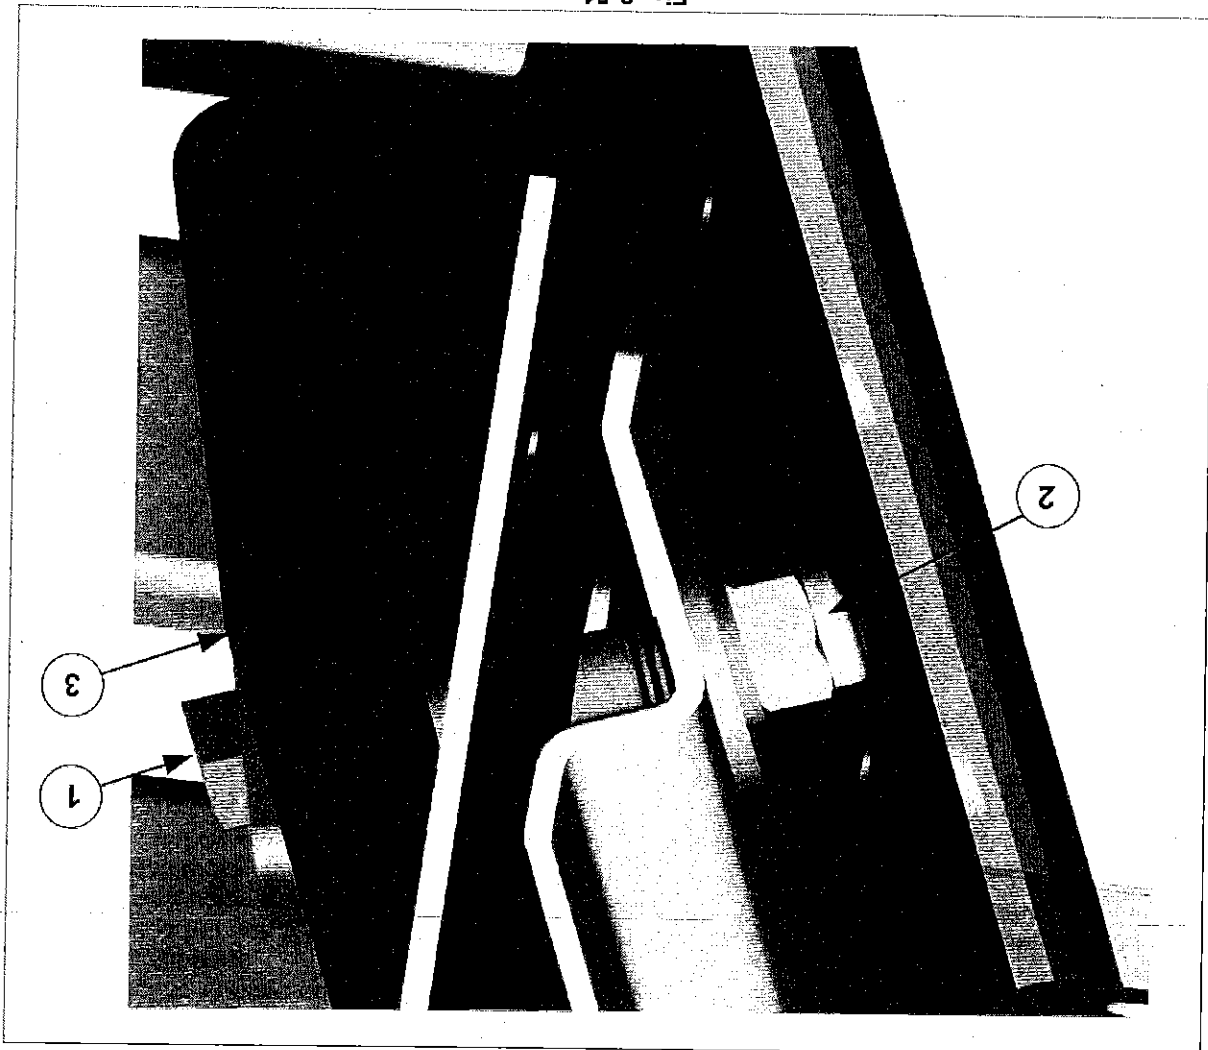

Fig. 8-51
8.4.19.2 Smontaggio piani vaglianti vedi fig. 8-51
- 1 - Svitare i dadi 2 delle viti pos.1.
- 2 - Togliere le viti pos. 1.
- 3 - Smontare i tendi rete di tensione pos. 3.